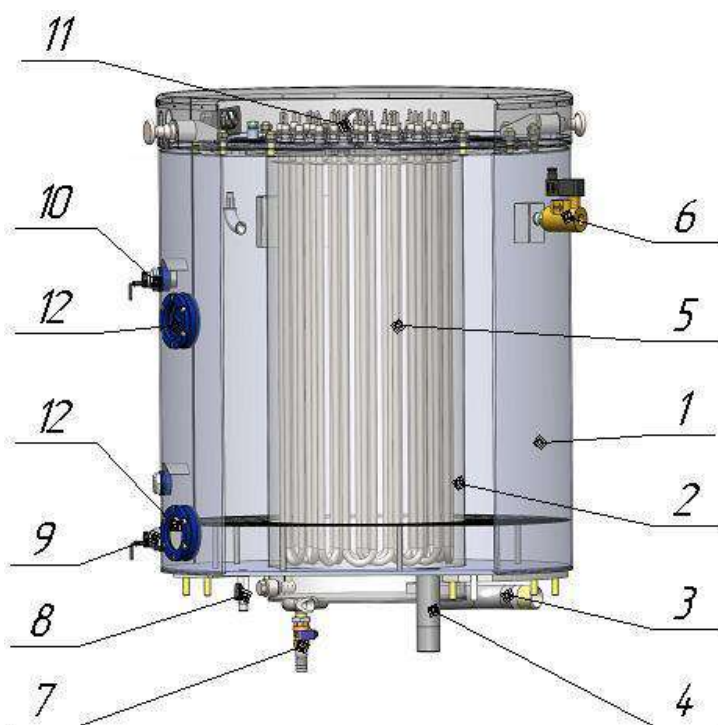

Figura 6 - Riscaldatore dell'olio e colonna del vuoto
**1.6** La colonna 1 del vuoto (Fig. 1) è progettata per eseguire il processo di essiccazione termica sotto vuoto dell'olio. La vista generale della colonna è mostrata in Figura 6. La colonna è riempita con speciali ugelli, che hanno una superficie sviluppata, che assicura un'efficace rimozione di umidità e gas dall'olio sotto l'azione del vuoto.